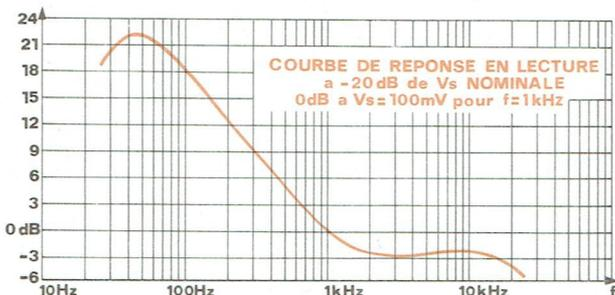

Fig. 20
- Ajuster le niveau de sortie du générateur B.F. afin d'obtenir aux points TP une tension $V_s = 100 mV$ ce qui correspond au niveau de référence 0 dB de la figure 20.